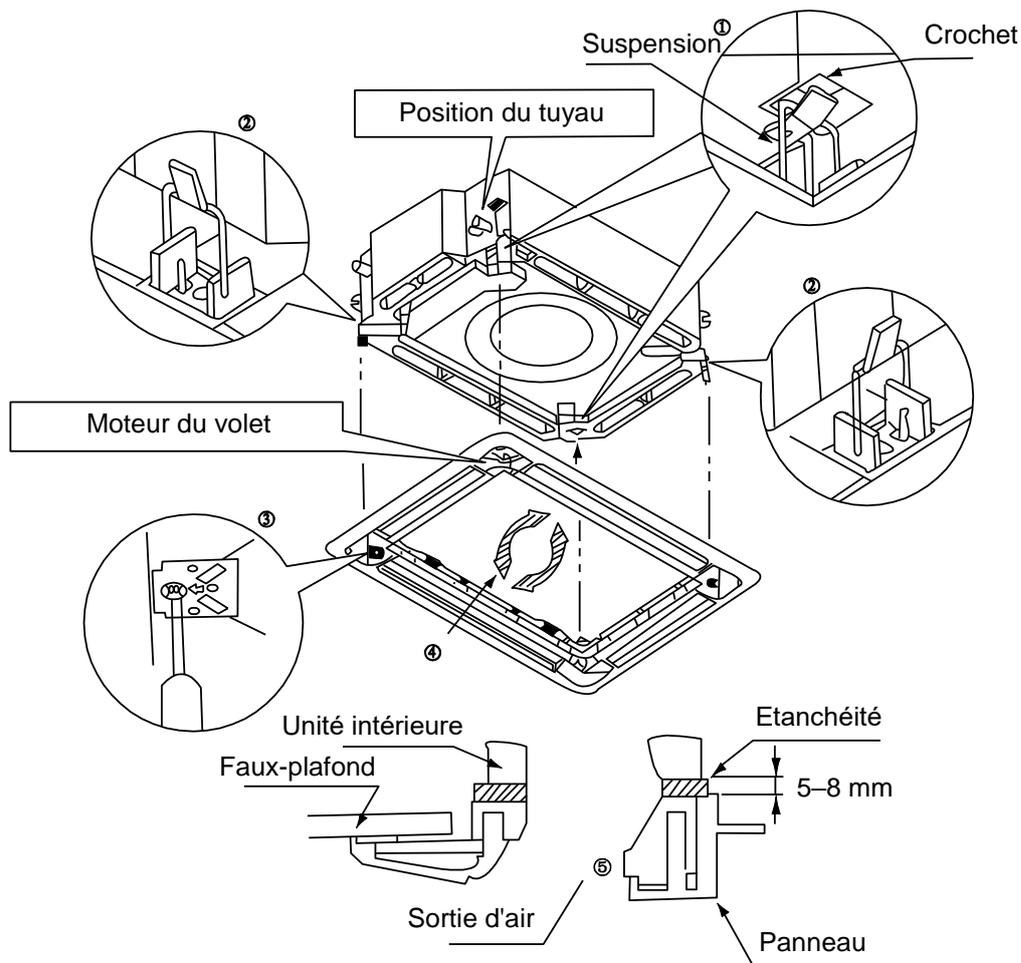

Fig. 34
- Adaptez la position du panneau dans la direction indiquée par les flèches dans la figure 34.